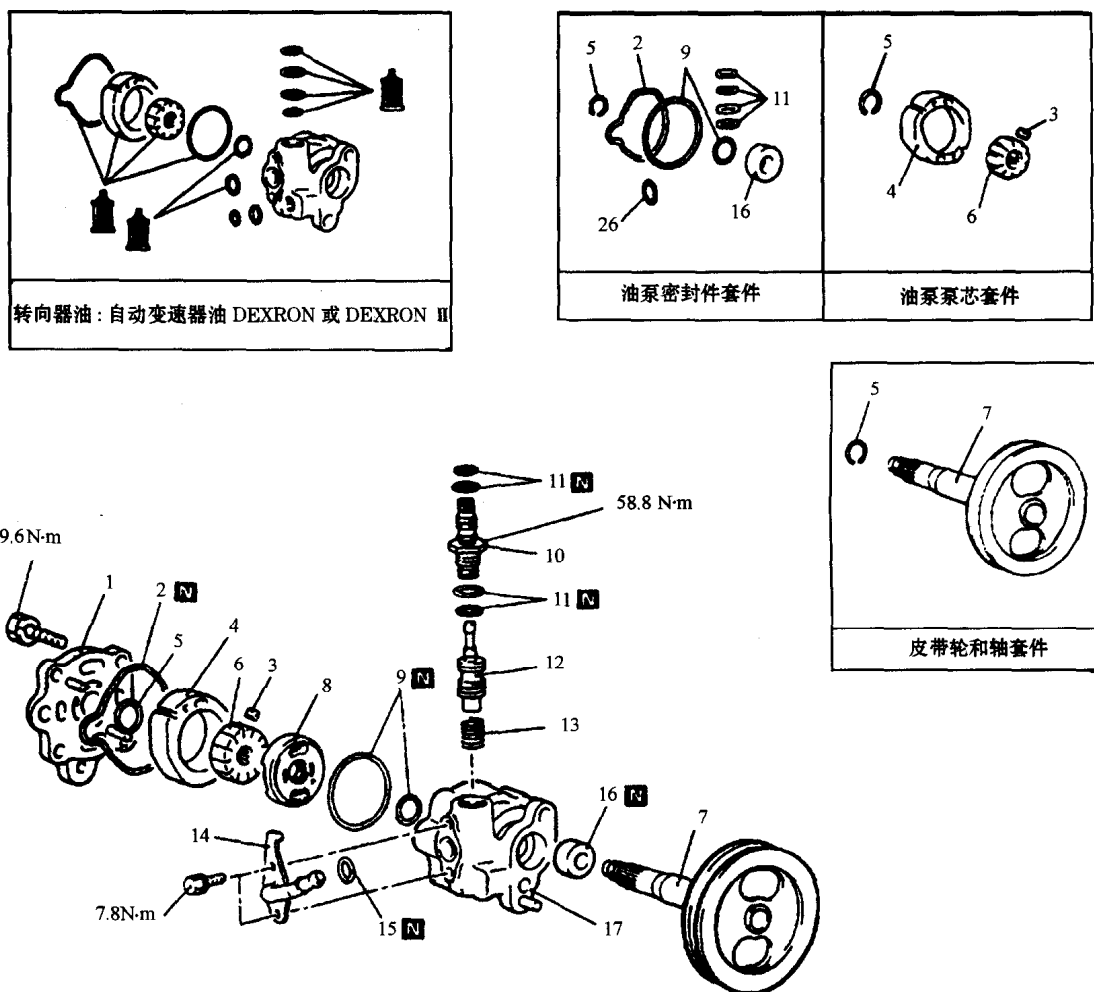

图7-26动力转向泵的分解与装配
(3) 动力转向泵的分解与装配见图7-26。分解后检查流量控制阀有无阻塞、皮带轮部件有无磨损和损坏、转子槽口和叶片有无磨损，检查凸轮环的接触面和叶片有无磨损及叶片有无损坏。